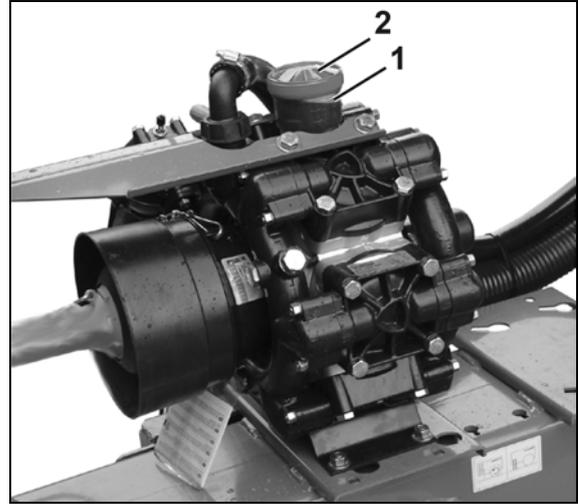

Fig. 182
1. Kontrollieren, ob der Ölstand an der Markierung (Fig. 182/1) bei nicht laufender und waagrecht stehender Pumpe sichtbar ist
2. Den Deckel (Fig. 182/2) abnehmen und Öl nachfüllen, wenn der Ölstand an der Markierung (Fig. 182/1) nicht sichtbar ist.
2. Deckel (Fig. 182/2) abnehmen.
5. Antriebswelle wechselweise nach rechts und links drehen und neues Öl langsam auffüllen. Die korrekte Ölmenge ist eingefüllt, wenn das Öl an der Markierung (Fig. 182/1) sichtbar ist.